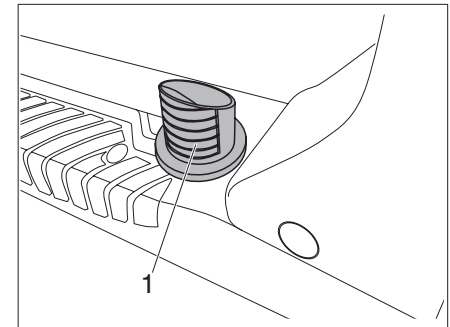

Bild 71 Ausströmer der Standheizung
▶ Den Ausströmer (Bild 71,1) nicht abdecken oder direkt auf Gegenstände oder Körperteile richten.